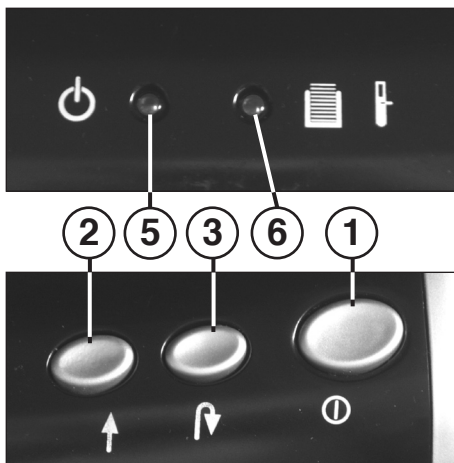

Abb. 1
- 1 = Druckschalter „Betriebsbereit“ (Abb. 1)**
- 2 = Vorwärtstaste (Abb. 1)**
- 3 = Rückwärtstaste (Abb. 1)**
- 5 = Kontroll-Anzeige „Betriebsbereit“ (Abb. 1)**
- 6 = Kontroll-Anzeige (rot / gelb) (Abb. 1)**
Maschine am Druckschalter (1) (Abb. 1) einschalten. Die Kontroll-Anzeige (5) (Abb. 1) leuchtet auf.
Ist der Auffangbehälter für Papier gefüllt, schaltet die Maschine ab. Ein Signalton ertönt. Die Kontroll-Anzeige (6) (Abb. 1) leuchtet auf (rot).
- Den Auffangbehälter (9) mit Auffangschale (10) aus dem Gehäuse-Unterteil herausziehen.
- Der Signalton verstummt. Die Kontroll-Anzeige (6) (Abb. 1) erlischt.
Achten Sie darauf, daß die Maschine über Nacht ausgeschaltet ist (Druckschalter (1) (Abb. 1) betätigen).